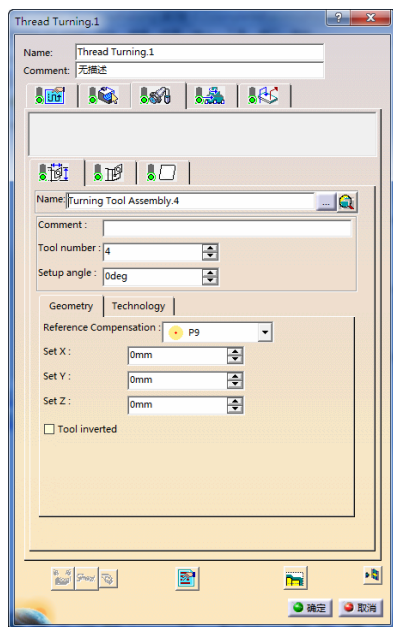

图 6-74 刀具参数选项卡 (5)
● 单击“Thread Turning.1”对话框中的，切换到刀具参数选项卡 (5)，在“Name”文本框中输入“Turning Tool Assembly.4”，如图 6-74 所示。